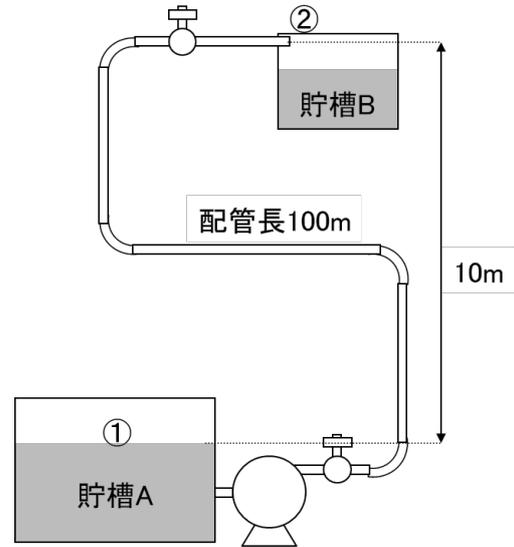

図 A5-1
内径 30 mm の鋼管を用いて 20 °C の水（密度  $\rho = 1.00 \times 10^3 \text{ kg} \cdot \text{m}^{-3}$ ，粘度  $\mu = 1.0 \times 10^{-3} \text{ Pa} \cdot \text{s}$ ）を流速  $2.0 \text{ m} \cdot \text{s}^{-1}$  で大きな貯槽 A から貯槽 B へくみ上げる．貯槽 A の液面①から貯槽 B への供給配管出口②までは 10 m の高さがあり，管路の直管部の全長は 100 m で，管路中には 90°エルボ（配管のまがり）4 個と，弁 2 個が挿入されている（図 A5-1）．管路は粗面管とする．
添え字 1, 2 は流路断面の番号（図 A5-1 の①と②）を表し， $p$  は圧力， $g$  は重力加速度， $h$  は基準面